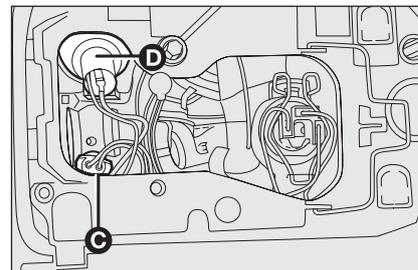

fig. 22
- tourner le porte-lampe **C**-fig. 22 et l'enlever (il est fixé à pression);
- tourner le porte-lampe **D**-fig. 22 et l'enlever (il est fixé à pression);